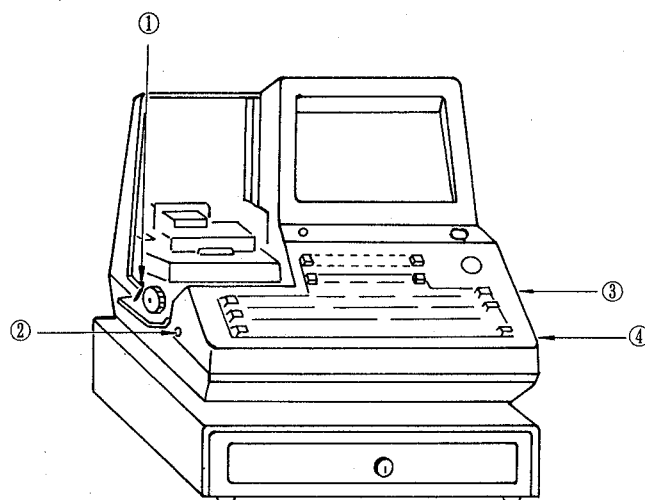

Figura 13
- (3) Extraiga los tornillos (4 piezas) como se muestra en la figura 13, y a continuación extraiga la cubierta superior.